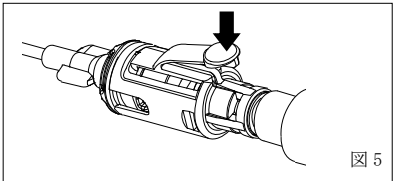

図 5
7. 指定の混注口から本品を外すときは、レバーを図 5 の矢印の方向に押して、取り外す。